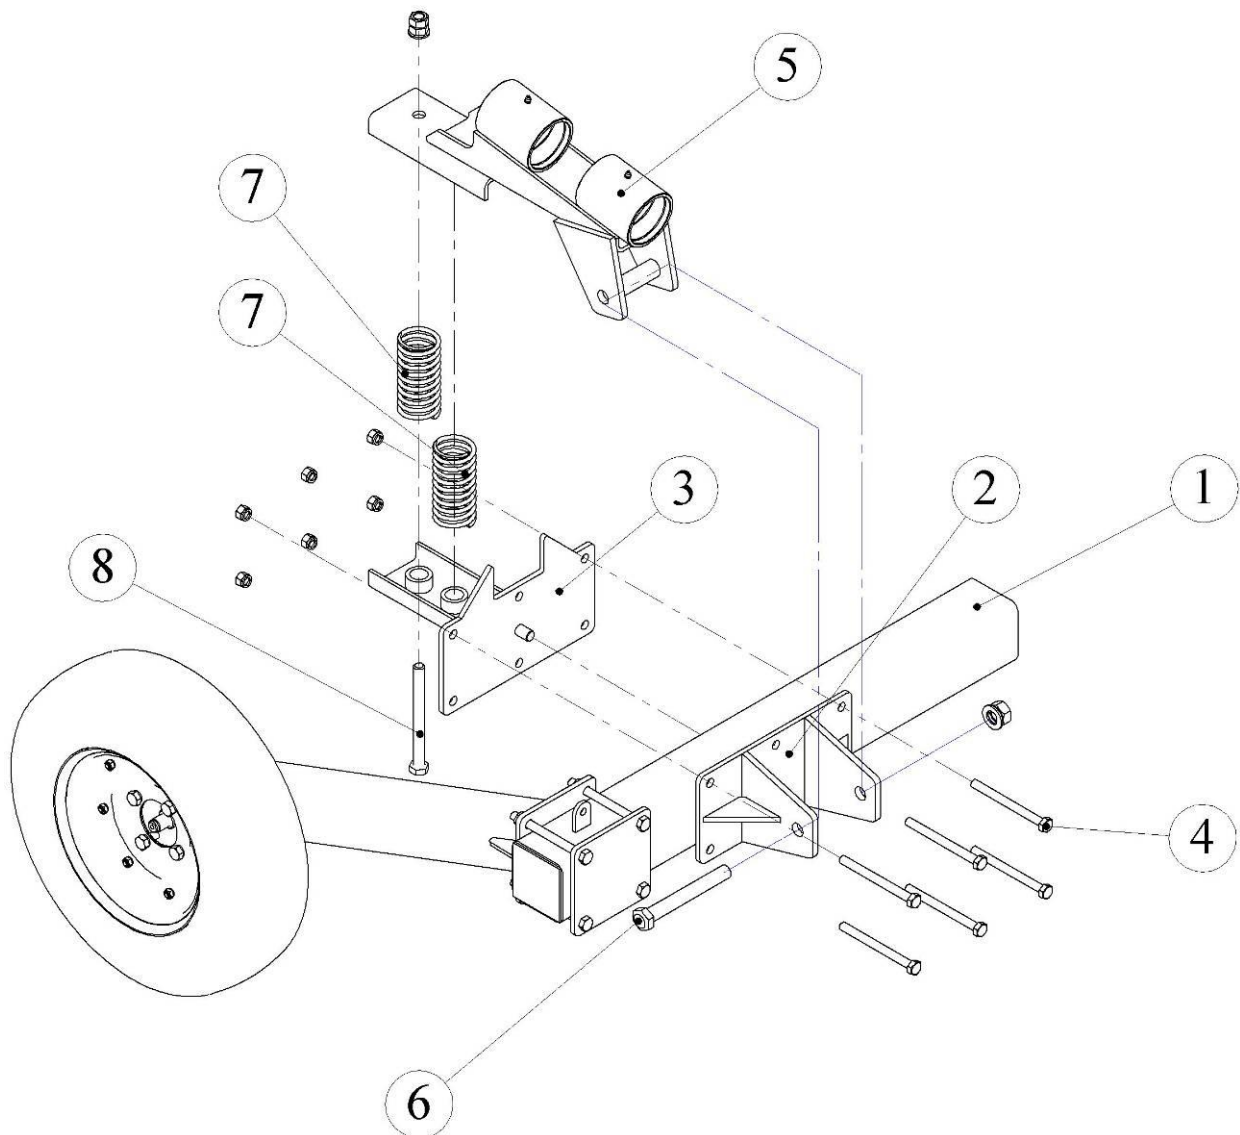

Рис. 4.2.1. Сборка шарнирных узлов ГКП-6
4.2.1. Установите кронштейн передний (2) и кронштейн задний (3) на балку (1) с помощью шести болтов (4) M12x140, гаек M12, подложив шайбы пружинные (рис. 4.2.1), совместив штифт на заднем кронштейне с отверстием в балке.